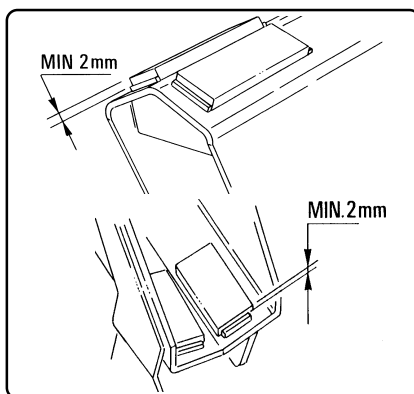

fig. 8.5.9
8.5.12 -Usura dei pattini di scorrimento (fig. 8.5.9)
8.5.12 -Wear of the sliding pads (fig. 8.5.9)